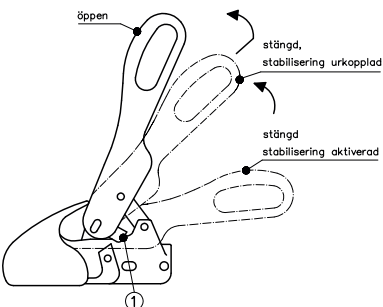

Bild 6 : Avaktivering stabiliseringsfunktion Avkoppling
Dra manöverhandtaget långsamt uppåt för att avaktivera stabiliseringsfunktionen (bild 6).
Dra ut belysningskontakten och lossa katastrofwiren, dra manöverspaken långsamt uppåt för att avaktivera stabiliseringen (bild 6), dra tillbaka manöverhandtaget och lyft det samtidigt (bild 6) så, att säkringsskenorna (1) på sidorna svängs över säkringsytorna och manöverspaken kan ställas in i det öppna läget. Med hjälp av stödhjulet kan nu släpet kopplas av från dragfordonet.